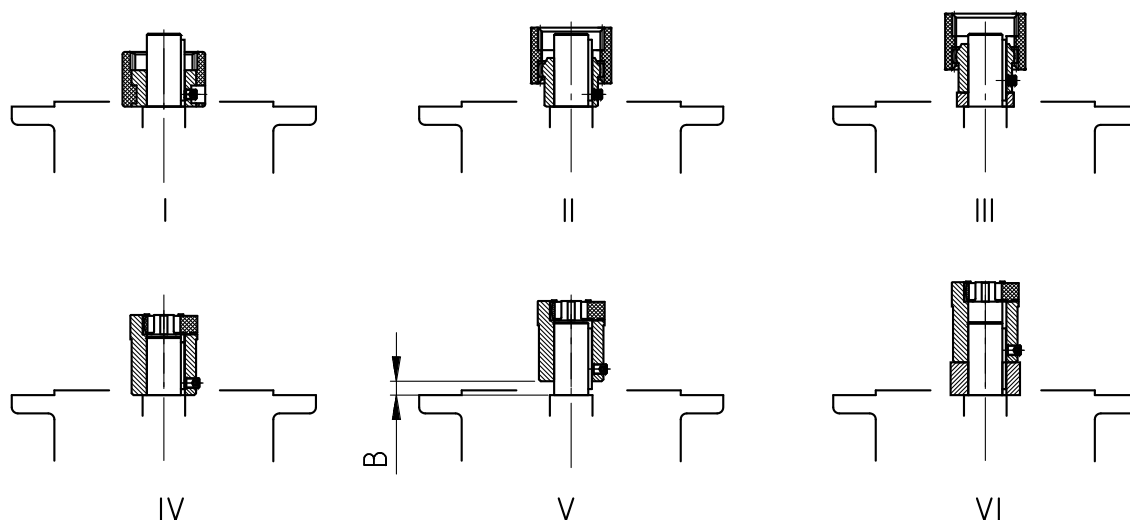

Рисунок 15: Установка разных видов муфты на вал двигателя
3. Надеть на вал двигателя полумуфту таким образом, чтобы шпонка двигателя зафиксировалась в пазу полумуфты. Насадить полумуфту согласно указаниям изготовителя двигателя. В цилиндрических редукторах Standard соблюдать расстояние В между полумуфтой и буртиком (см. "Рисунок 15"). У некоторых **NEMA-адаптеров** положение муфты необходимо отрегулировать в соответствии с указаниями на наклейке.
4. Установить поставляемую в комплекте шпонку (см. "Рисунок 15: Установка разных видов муфты на вал двигателя").
8. Установить двигатель на адаптер. Установить также прилагаемый зубчатый венец или прилагаемую зубчатую гильзу (см. Рисунок 15: Установка разных видов муфты на вал двигателя). Для адаптеров AN360TC и AN400TC следует сначала закрепить фланец адаптера на двигателе, а затем прикрутить двигатель к адаптеру.